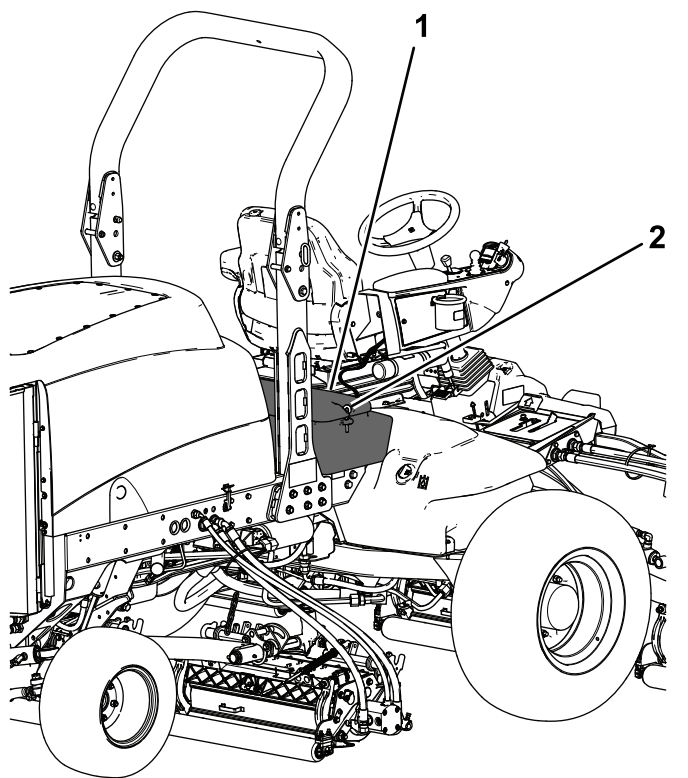

Figura 85
2. Sbloccate e sollevate il pannello comandi dell'operatore (Figura 85).